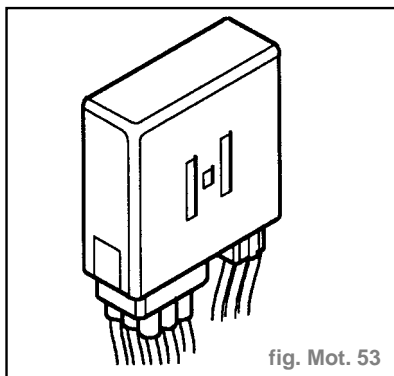

fig. Mot. 53
- Module de relais (fig. Mot. 53) :